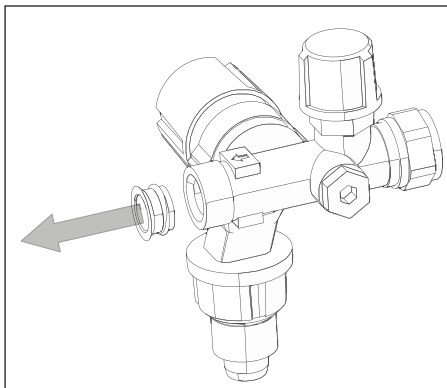

Fig 1 Verwijderen vlakke ring
2. Verwijder de vlakke ring uit de uitstroomzijde van de inlaatcombinatie (**zie fig. 1**);